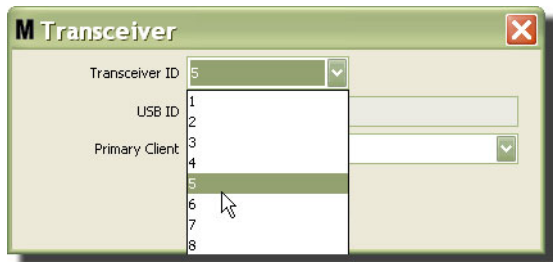

Рис. 89
4. Чтобы изменить идентификатор приемопередатчика, нажмите стрелку поля «Transceiver ID» [ИД приемопередатчика]. Отобразится выпадающий список. Из выпадающего списка выберите значение идентификатора приемопередатчика (Рис. 89). Нажмите кнопку «ОК» [OK], чтобы закрыть окно и сохранить изменения.